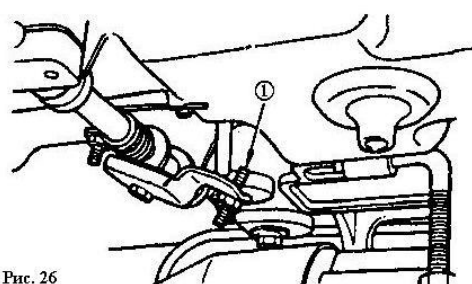
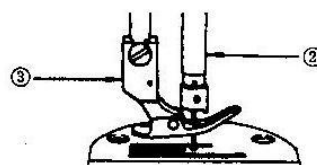

Рис. 26
Рис. 27
18. РЕГУЛИРОВКА ВЫСОТЫ КОЛЕНПОДЪЕМНИКА ЛАПКИ (Рис. 26, Рис. 27).